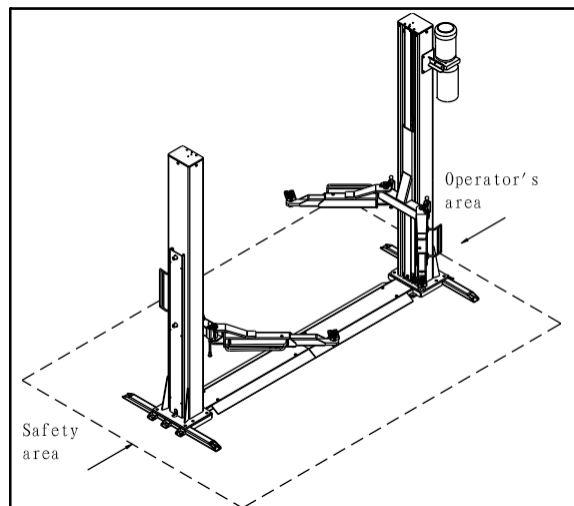

Fig. 8 Área de trabalho
- ◆ Os operadores devem estar dentro da área de segurança enquanto o veículo se eleva. (Fig. 8)